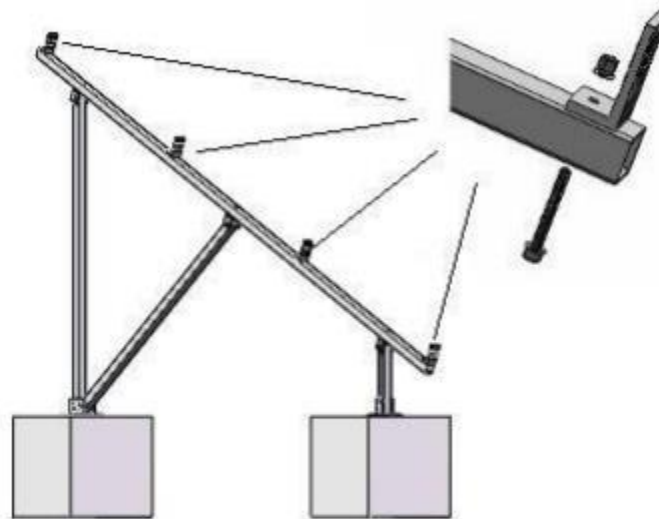

Figura 14
a). Sujete los soportes L (EPL-LFG2-03) en el soporte de viga con el tornillo que tiene el soporte I como se muestra en la **Figura 14**.